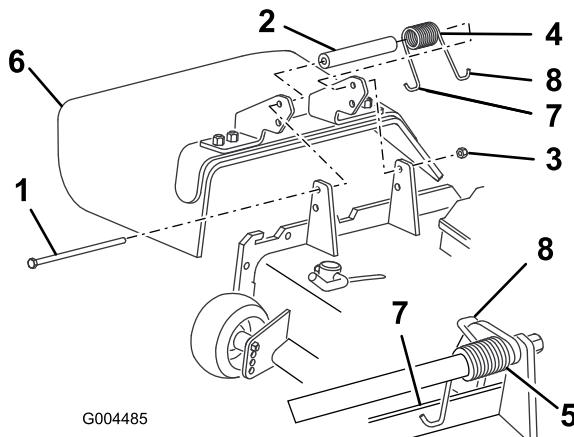

図 25
2. デフレクタをピボットブラケットに固定しているロックナット、ボルト、スプリング、スペーサを外す（図 25）。デフレクタを取り外す。
3. デフレクタのプラケットの間にスペーサとスプリングを入れる(図 25)。スプリングの左側 J 形フック部をデッキのエッジの後ろに引っ掛けける。
4. ボルトとナットを取り付ける。スプリングの右側のフックを、デフレクタに引っ掛けける(図 25)。